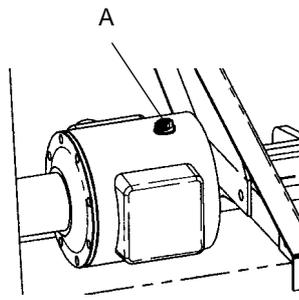

Fig. 3
2. Llenar la caja de engranajes superior con **aceite SAE 90** hasta comprobar que llega al nivel de la varilla A (**fig. 3**). Capacidad 1,5 l.